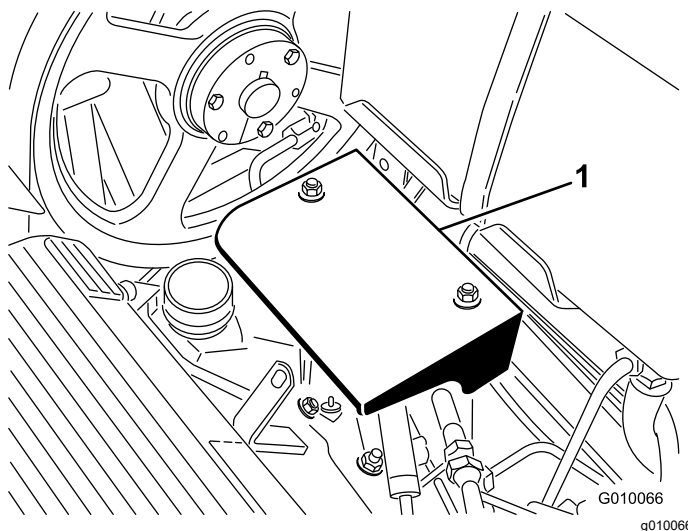

Figura 58
3. Îndepărtați cele 2 piulițe pentru montarea scutului pompei și îndepărtați scutul (Figura 58).